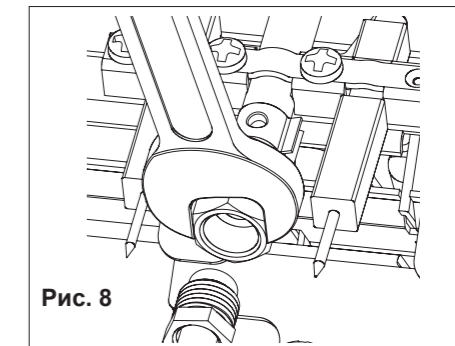

Рис. 8
- установить форсунку запальной горелки с новой прокладкой из комплекта для перевода на сжиженный газ (рис. 8).